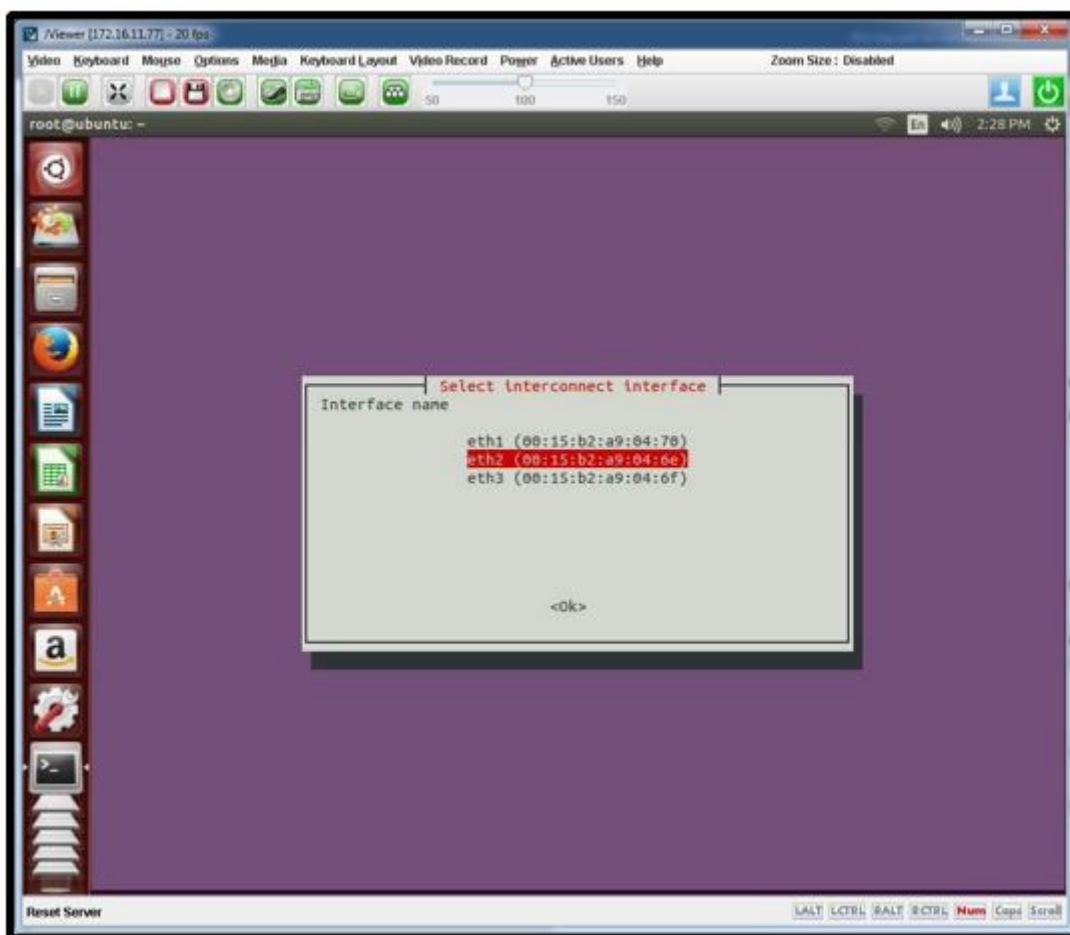

Рисунок 9. Выбор интерфейсов для интерконнекта
7. Выберите интерфейсы интерконнекта. На рисунке (см. Рисунок 9) мы видим, что из диапазона адресов остались 6e и 6f. Их адреса идут подряд значит это два mac-адреса одной сетевой карты которая используется под интерконнект, а адрес 70 остался один так как его пару мы уже забрали под интерфейс управления в предыдущем пункте. Укажите адрес для первого интерфейса, а после нажатия кнопки «ОК» для второго интерфейса. Если интерфейс интерконнекта в статусе NO_LINK, и MAC адреса не отображаются необходимо перезагрузить контроллер и начать процесс установки заново. Это известная проблема при загрузке с LifeCD.